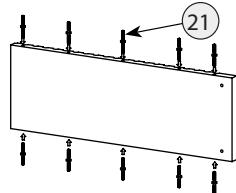

Рис. 2
3. Расположить дверь D.9994-01 вертикально, чтобы расположенные в торце отверстия были направлены вверх и поставить на пленку (см. схему). Соединить вставку двери M.3890 с дверью D.9994-01, нажав вначале штекерные стяжки в отверстия двери, при этом соблюдая соосность отверстий и строгую вертикальность изделий. После произвести окончательное соединение вставки M.3890 с D.9994-01 путем аккуратного вбивания вставки под своим весом в D.9994-01, при этом соблюдая строгую вертикальность деталей. По завершении шайба штекерной стяжки должна утопиться полностью в D.9994-01 и визуально должно быть, как на рис. 2.